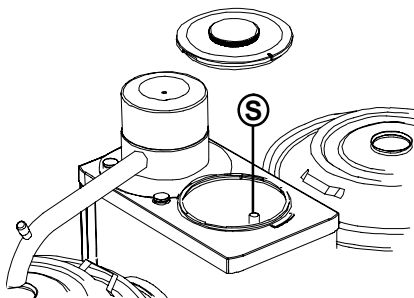

Fig. 22 Överloppsror varmvattensystem
- Töm ut det sista vattnet genom överloppsroret. Drag härvid ut överloppsroret (S.), som sitter på varmvattenberedaren, vid den korta slangen (fig.22).
- Töm ut det sista vattnet genom överloppsroret. Drag härvid ut överloppsroret (S., fig.22).
- Drag härvid ut överloppsroret (S., fig.22).